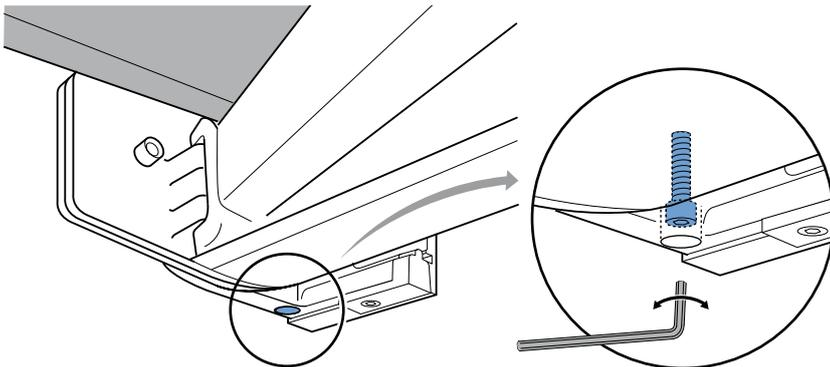

Abb. 6.1 Lage der Inbusschraube links
2. Die Neigung der Markise kann mithilfe der Inbusschraube bestimmt werden, die sich rechts und links unten im Montagebügel befindet. Siehe Abbildung 6.1.